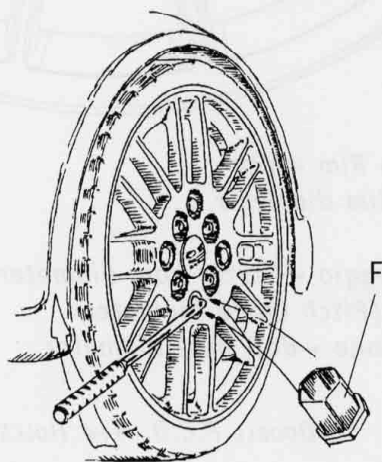

FIG. 4
Applicare la ruota all'auto serrando la bulloneria (C) alla coppia prescritta ed inserendo successivamente i copribulloni (F) sulle teste della bulloneria (Fig. 4).